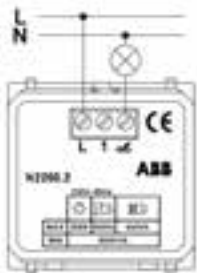

Рис. 1. Стандартная схема подключения
При стандартной схеме управления (одна группа света, один светорегулятор), подключение изделия производится по рис. 1.
См. рис. 1.
1. Подключите устройство в соответствии с приведенной схемой. См. рис. 1 и рис. 2.